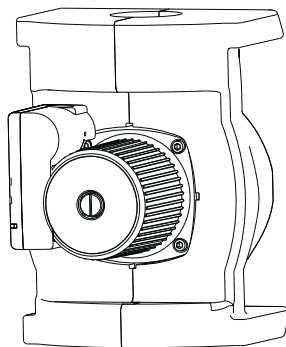

Fig. 7 Prêt pour enveloppe insulation
4. Bonne quantité de temps devrait être autorisé pour le séchage de la scellant avant toute installation supplémentaire n'est effectué. Voir scellant fabrique temps recommandé pour le séchage de la scellant. Voir fig. 7 pour la configuration finale.